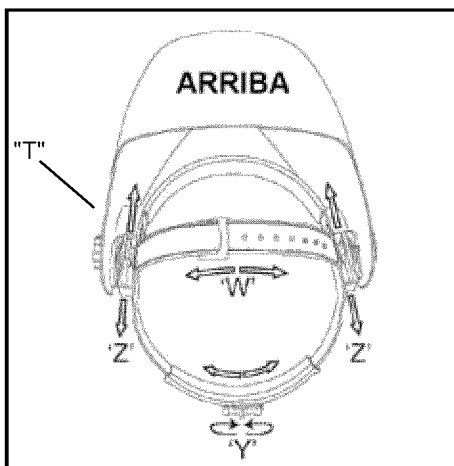

Fig. 1
1. La circunferencia total de la banda de la cabeza se puede aumentar o reducir girando la perilla de la parte posterior del casco (fig. 1.Y).